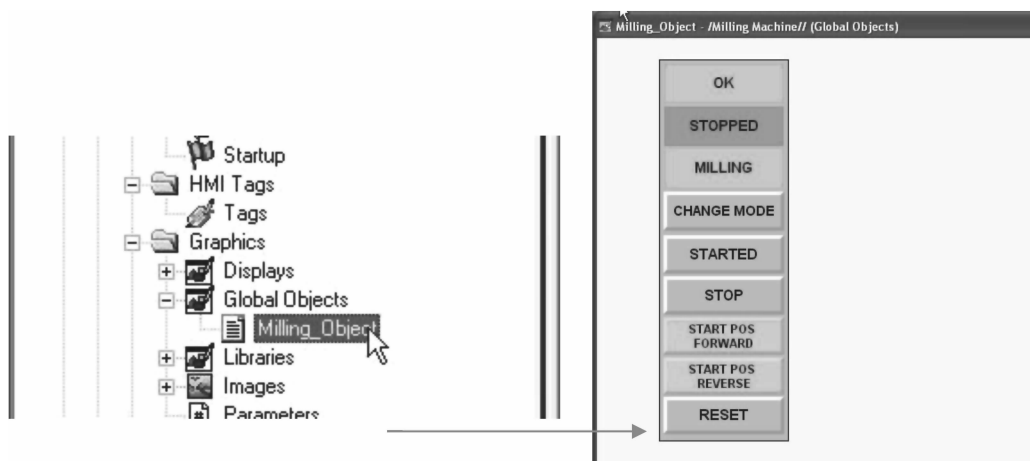

图 20-39 全局对象窗口
5. 在浏览器窗口中，打开“全局对象”（Global Objects）文件夹并双击“Milling_Object”，如图 20-39 所示。